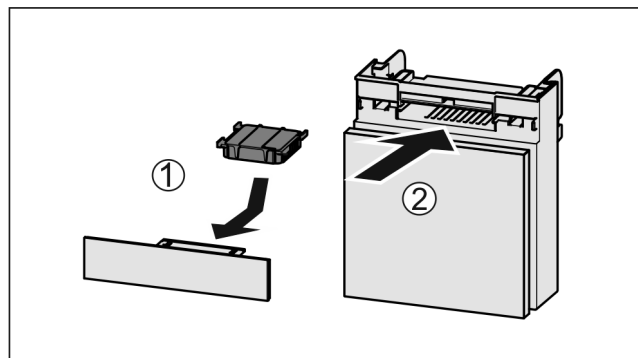

Fig. 226
- ▶ Вставити фільтр з активованого вугілля за малюнком Fig. 226 (1).
- ▶ Вставити відділення Fig. 226 (2).